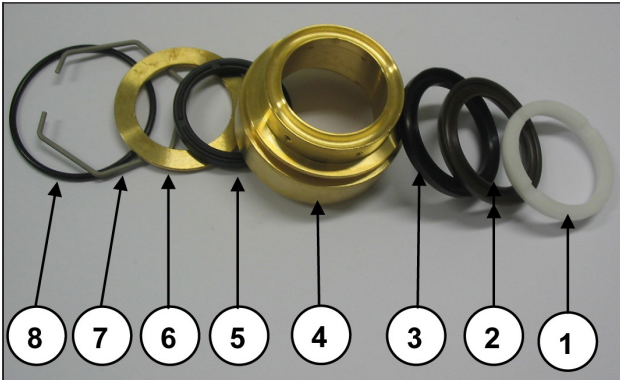

Abb. 44
Beachten Sie die Reihenfolge zum Ausbau des Dichtungspakets, wie in Abb. 44 gezeigt. Das Paket besteht aus:
- B) Schmieren Sie die Bauteile ②③⑤ (Abb. 44) mit Silikonfett der Sorte OCILIS Art. 12001600; dieser Vorgang dient auch als Hilfe beim Setzen der Dichtungslippe am Kolben.